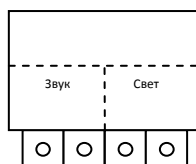

Рис.1 Схема подключения оповещателя охранно-пожарного комбинированного «Октава-12 исп.1»
- подключить питание согласно схемы подключения (рис.1);